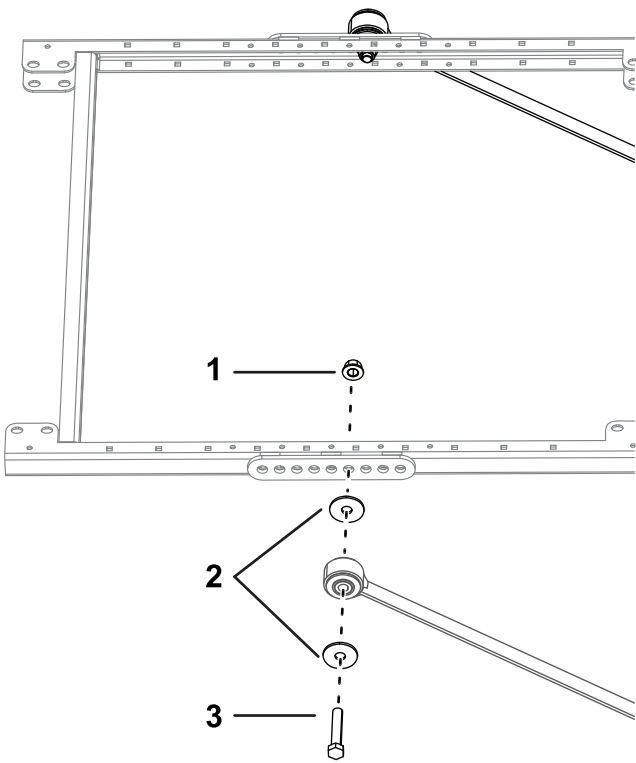

Figura 11
10. En cada lado del bastidor del toldo, monte provisionalmente un acoplamiento de extensión en el cuarto taladro del soporte del tirante con 2 pernos (1/2" x 2 3/4"), 2 arandelas grandes y 2 tuercas con arandela prensada (1/2"), tal y como se muestra en la Figura 11.